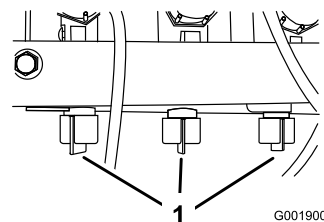

Figura 29
12. Ajuste a válvula de distribuição da rampa (Figura 29) na válvula de controlo da rampa que desligou até a leitura da pressão no manómetro ser idêntica à registada no passo 9.